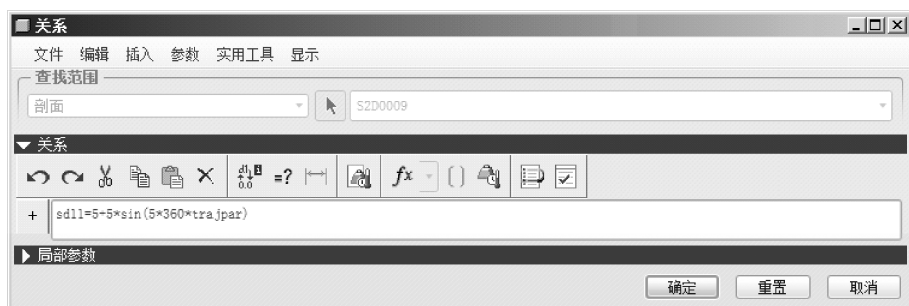

图 6-115 【关系】窗口
(9) 在图形区选取尺寸“sd11”，该变量自动添加到【关系】窗口，在其后输入“ $= 5 + 5 * \sin(360 * 5 * \text{trajpar})$ ”，此时的【关系】窗口如图 6-115 所示。